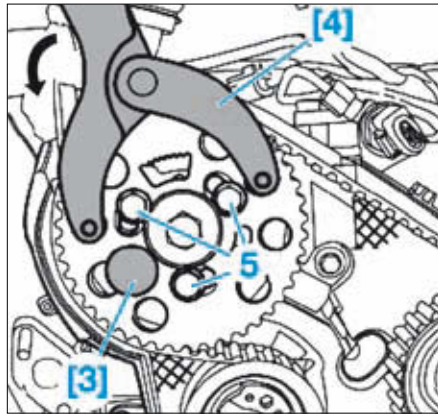

FIG. 7
- [3]. Pige de calage (x2) de la roue dentée d'arbre à cames et de pompe haute pression (réf Audi : 3359) (Fig.7).
- Caler le moyeu d'arbre à cames avec l'outil [3] (Fig.7).